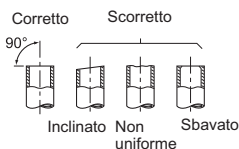

Fig. 2
- Se il tubo di scarico fornito con l'unità interna dovesse risultare troppo corto, collegarlo al tubo di scarico (I) aggiuntivo fornito dal distributore. (Fig. 2)
- 3) Estrarre il tubo di scarico sul lato posteriore sinistro dell'unità interna. (Fig. 2)